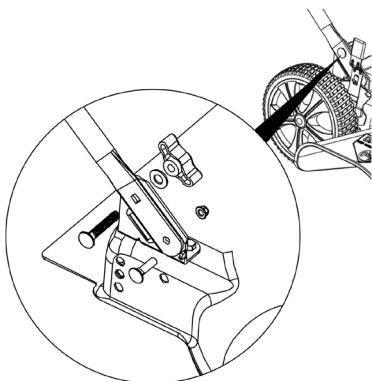

Рис. 5 Установка нижней части рабочей рукоятки
- Установите нижнюю часть рабочей рукоятки. Совместите отверстия в кронштейне и рукоятках и закрепите нижнюю часть рабочей рукоятки на кронштейне с помощью болтов и гаек, как показано на Рис. 5.